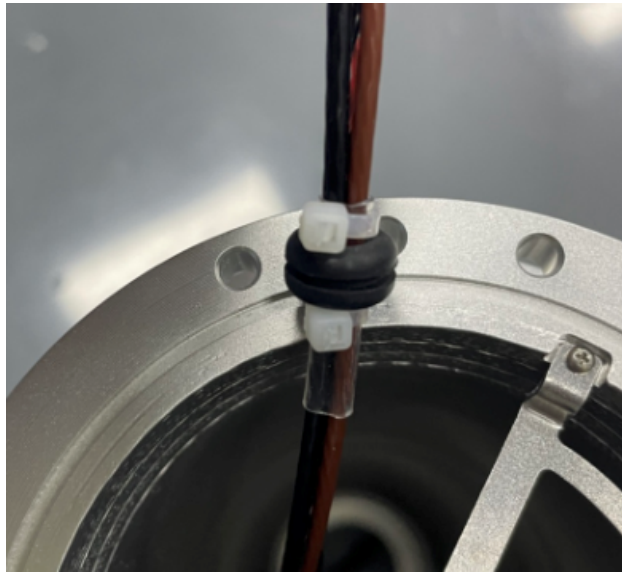

图 3-20: 扎线
- 把橡胶护线环套在对应的线束上，护线环两端用扎带扎紧，如图 3-20所示；